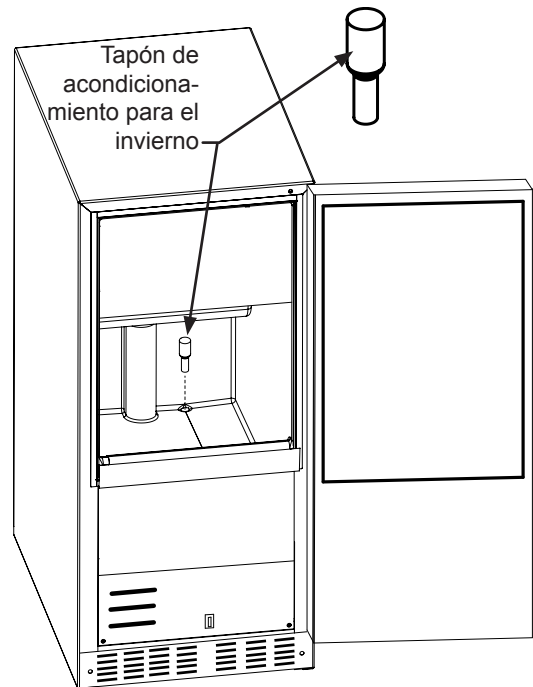

Figura 40
- Instale el tapón de acondicionamiento para el invierno en el orificio de drenaje de agua dentro del depósito de hielo (vea la Figura 40).